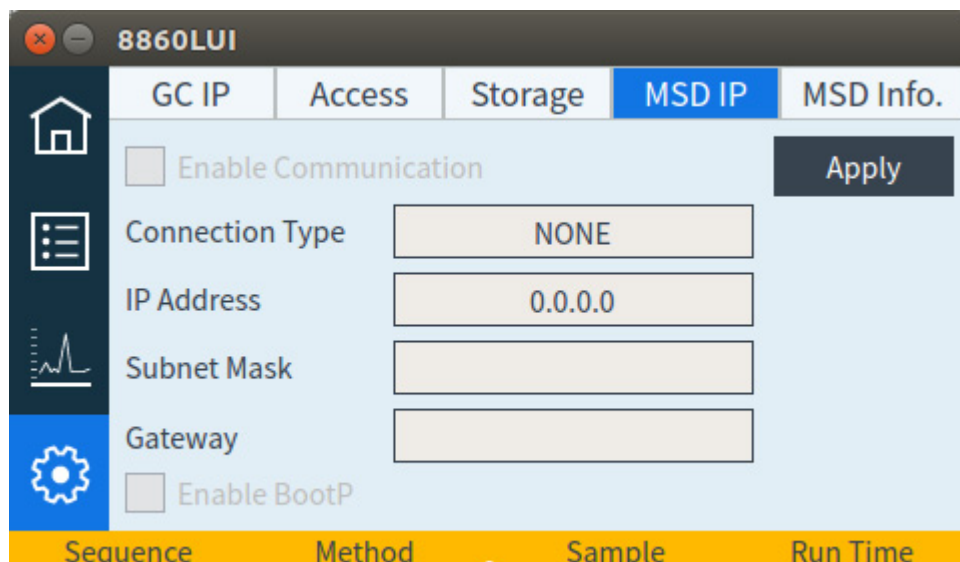

Figura 17. Página de parámetros del detector MSD
- 1 Desde la pantalla táctil, seleccione la página de parámetros y posteriormente la pestaña de configuración de MSD. Consulte **Figura 17**.